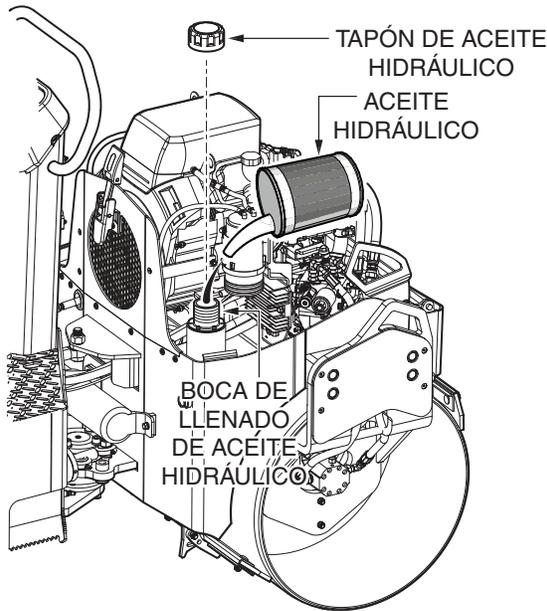

Figura 14. Orificio de llenado del depósito de aceite hidráulico
3. Si el nivel de aceite hidráulico es bajo, quite el tapón de aceite hidráulico (Figura 14) y llene con aceite antidesgaste ISO 46 hasta el nivel de operación recomendado.